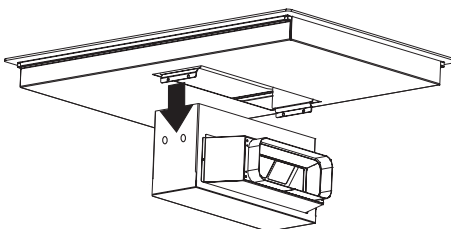

Abb. 30
- 9.** Ziehen Sie das Produkt nach unten und entfernen Sie es vorsichtig (Abb. 30).